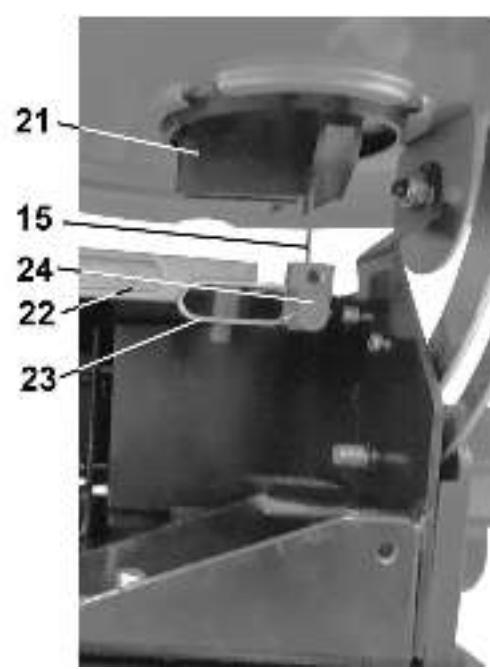
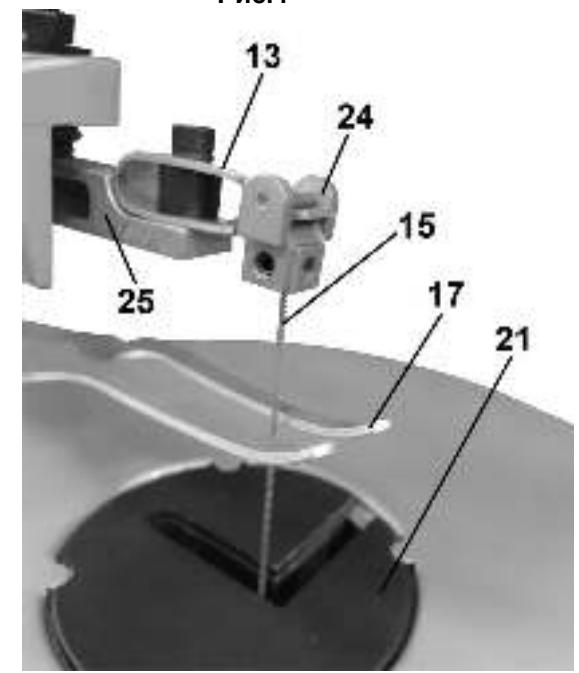

Рис.5
Рис.6
- 9.7. Лобзик укомплектован дополнительными держателями (24) для использования пилок для ручного лобзика. Аккуратно демонтируйте вставку стола (21). Концы пилки (15) закрепите в держателях (24) на расстоянии ~ 115мм. Нижний конец пилки (15) установите на держателе (23), рис.5. На держатель пилки (13) верхнего рычага (25) приложите усилие, достаточное только для того, чтобы установить держатель (24), рис.6. Верхний конец пилки (15) установите на держателе (13), рис.6. Отпустите держатель пилки (13) верхнего рычага (25), проверьте правильность установки держателей (24). Натяжение пилки (15) производится аналогичным способом.
- На дополнительных держателях (24) предусмотрены резьбовые отверстия для установки пильного полотна (15) в двух перпендикулярных направлениях. Прямая распиловка: пильное полотно (15) установлено вдоль длинной поверхности рабочего стола (4). Боковая распиловка: пильное полотно (15) установлено поперёк длинной поверхности рабочего стола (4).
- Боковую распиловку производите только в горизонтальном положении рабочего стола (4).
- 10.2. Ослабьте винт фиксации (1) угла наклона рабочего стола (4), Рис.6. Установите рабочий стол (4) под прямым углом к пильному полотну (15), Рис.2.